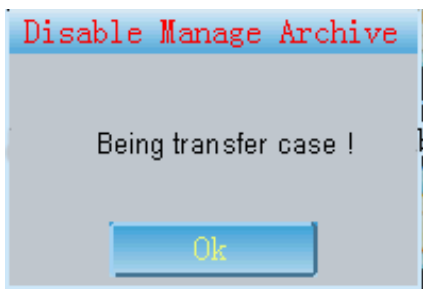

Fig. 13-10-3
- 4 Dopo l'avvio del software di analisi sincronizzata, quando si renda necessario caricare un caso, cliccando sulla funzione Archive Management sarà visualizzata l'interfaccia mostrata in Fig.13-10-3.